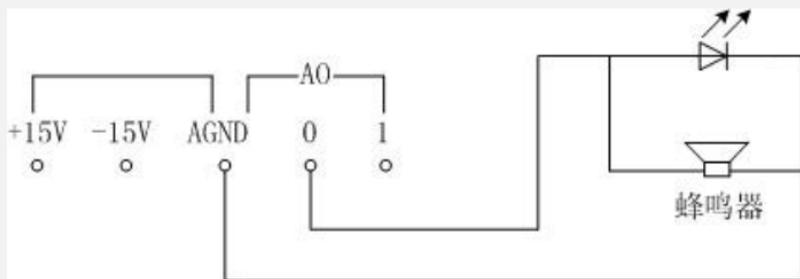

图2 蜂鸣器实验
(1) 按图2接线，通过“DC level Output”，设置A0-0接口输出直流5V电压。观察发光二极管亮度，倾听蜂鸣器是否鸣叫，测量此时输出电压。